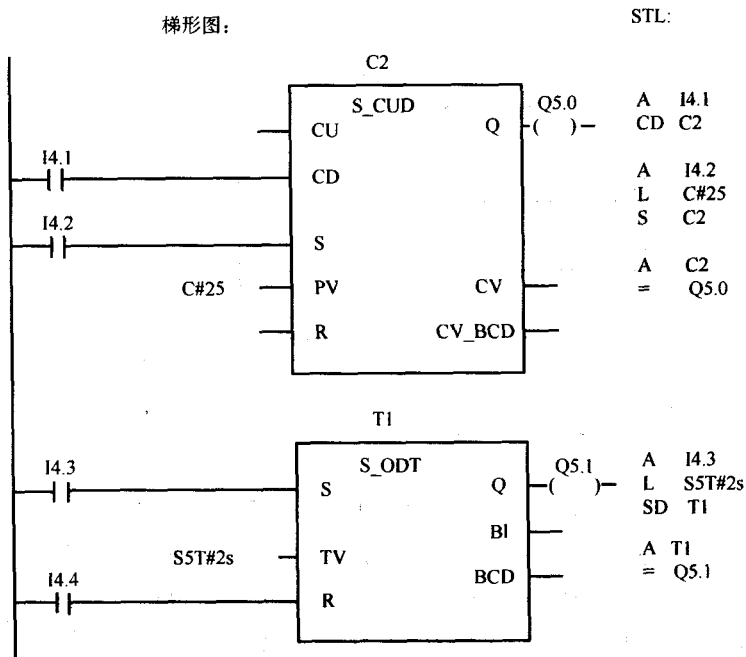

图 4-7 S7/IEC 1131-3 梯形图计数器和定时器指令
1) 如图 4-7 所示，改变了梯形图要素的外观以便符合 IEC 1131-3 标准。这里用三个单独的梯形图计数器指令代替单一的一个：增-减计数器、新的增计数器和减计数器。每个指令有一个置位（S）和复位（R）输入以及计数控制输入（CU 和/或 CD）。程序员可以在任何输入里编辑控制语句，在输入量里键入地址或常量来对计数器的预设值（PV）进行编程。（如图 4-7 所示，一个由 STEP 7 的 BCD 前缀识别的 BCD 数已作为参数写入定时器）。当前值（CV）和 BCD 码的当前值（CV\_BCD）有附加输出。如果程序员在输出端输入地址，则指令将复制计数器的当前值到输入的地址。
梯形图定时器指令修改后，允许定时器把它的剩余时间值输出到普通二进制或 BCD 格式的特定地址。定时器元素仍允许用逻辑语句编程来控制启动（S）输入和复位（R）输入，并约束输出（Q）位。在时间值输入处输入一个常量或地址。如图 4-7 所示为以 STEP 7 的常量格式表示的 2s 输入到 S5 的定时器。